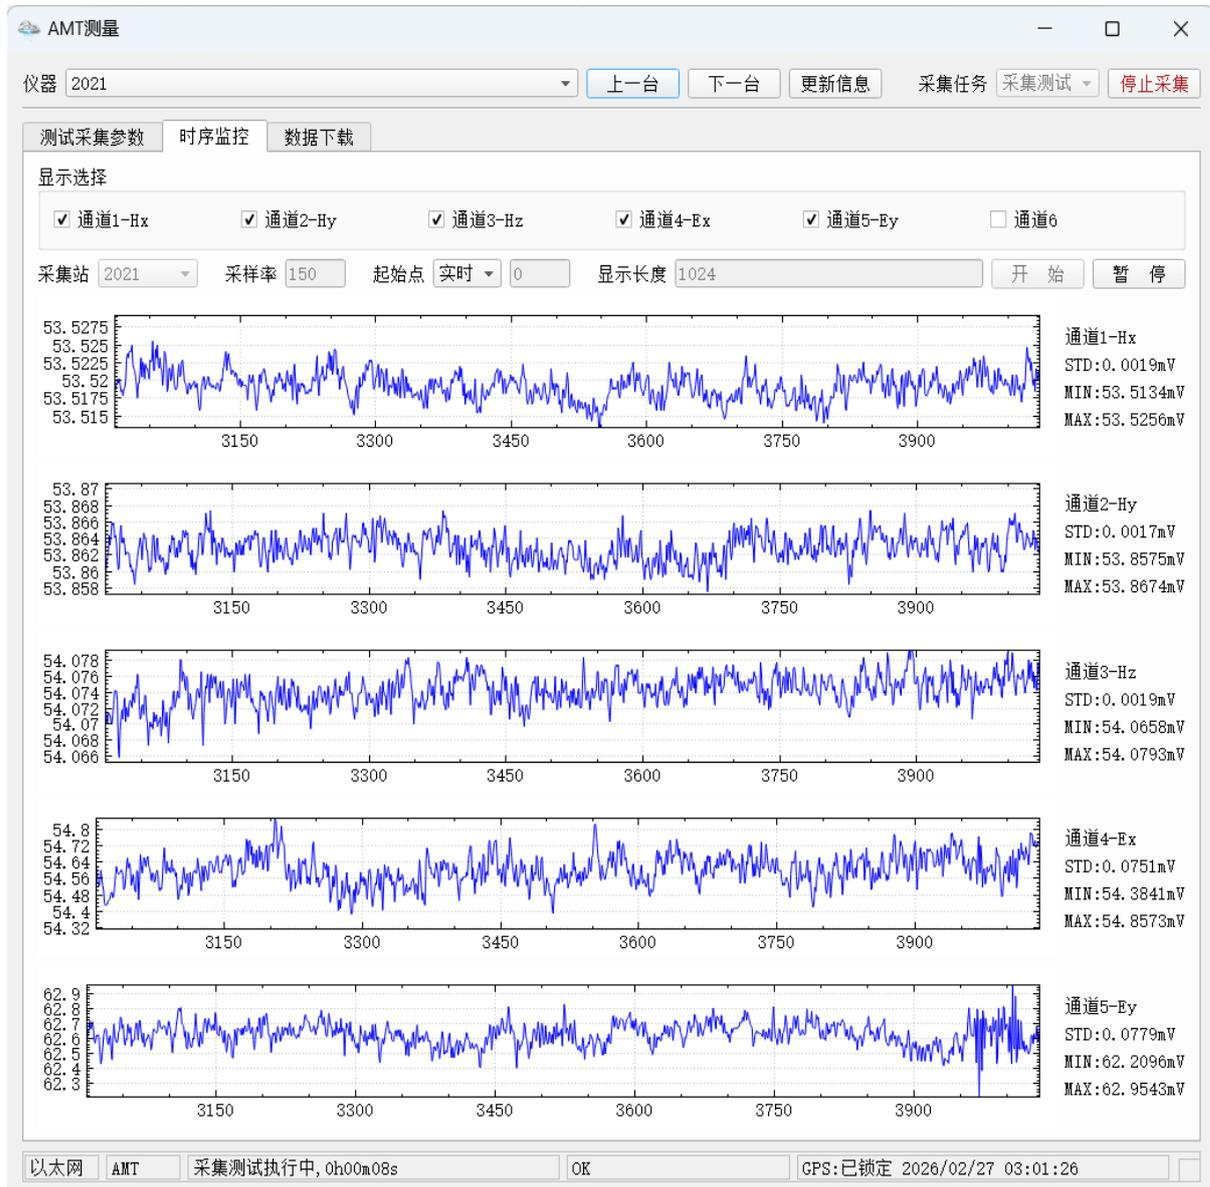

图 4-4. AMT 测量模式的时序监控页面上
- 1 在主页面中单击“MT 测量”或者“AMT 测量”进入对应测量模式的页面，如图 4-4 所示。